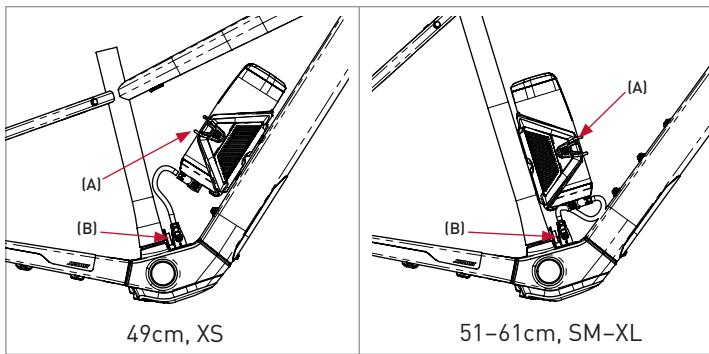

Figure 9
- Placez la batterie externe du prolongateur d'autonomie eX1 dans le porte-bidon du vélo, attachez la sangle maintenant le prolongateur d'autonomie dans le porte-bidon (A) et branchez le câble du prolongateur d'autonomie (B) à ce dernier et au port de charge avec les fiches positionnées comme indiqué pour la taille du cadre de votre vélo (figure 9).